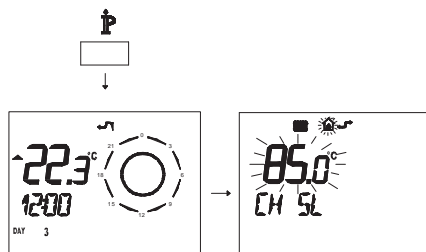

Figura 5.100
- Premere per più di 3 secondi il pulsante  per entrare in modalità **INFO** (Figura 5.100).